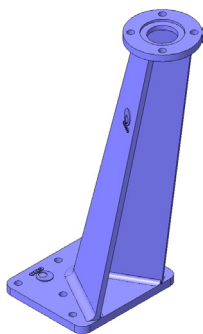

Abb.6
- Geneigte Flursäulen (Abb. 6)